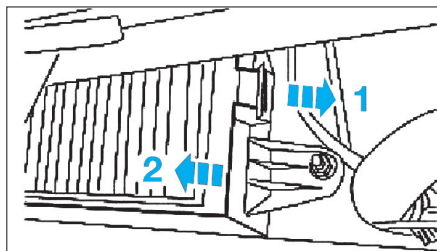
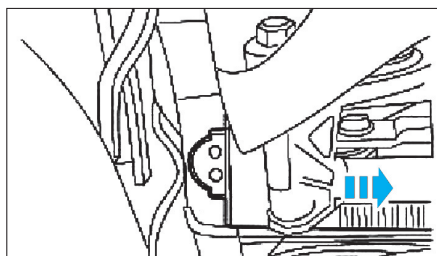

Fig. 2
Fig. 3
- Tirer sur la languette de verrouillage en (1) (Fig.2).
- Extraire le filtre d'habitacle de son boîtier en (2).
- Extraire le filtre d'habitacle du guide (Fig.3)